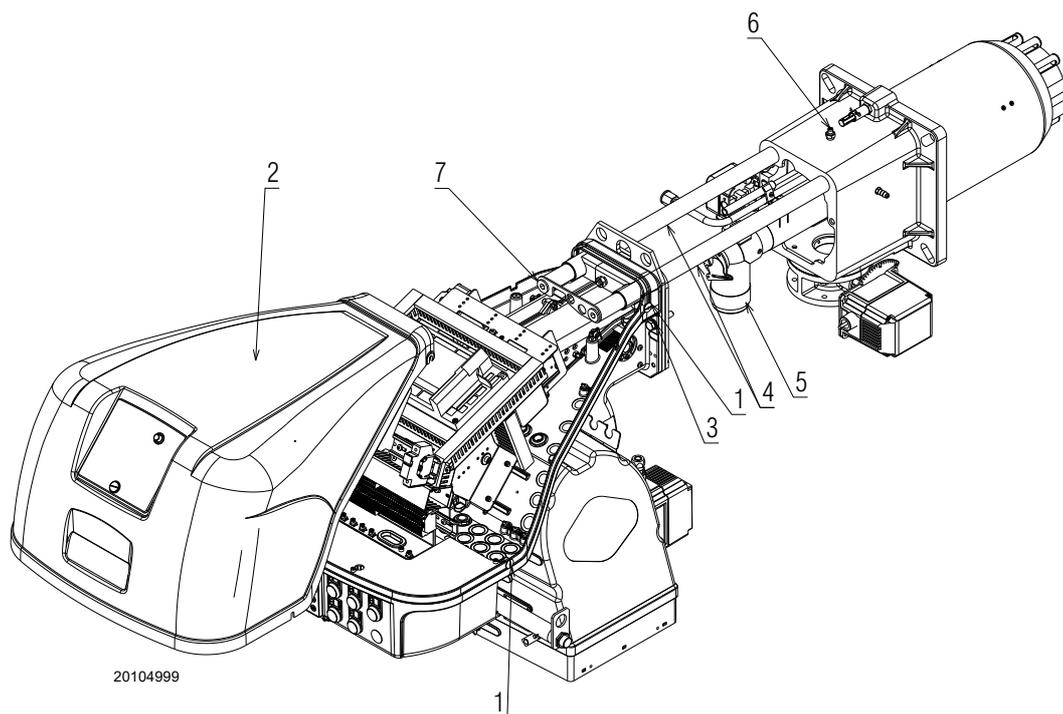

Fig. 37
Assicurarsi che i fori di fuoriuscita del gas per la fase di accensione, presenti nel distributore della testa di combustione, siano liberi da impurità o depositi di ruggine. In caso di dubbio, smontare il gomito (Fig. 37 a pag. 37).
- Allentare le 4 viti 1)(Fig. 37) e togliere il cofano 2);
- rimettere le viti 3)(Fig. 37) e tirare delicatamente verso l'esterno i cavi di sonda ed elettrodo, fino a metterli in leggera tensione;